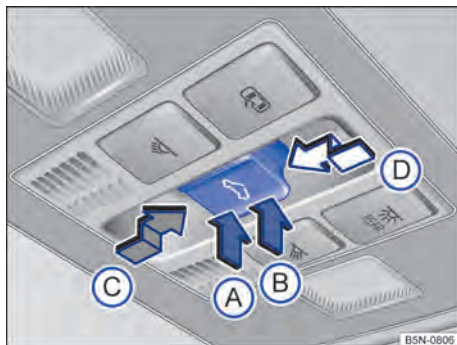

Fig. 73 No revestimento do teto: botão do teto de vidro.
O botão → Fig. 73 é de 2 níveis. No 1º nível o teto pode ser totalmente ou parcialmente levantado, aberto ou fechado.
- *Levantar o teto de vidro*: pressionar o botão na área traseira → Fig. 73 até o primeiro nível. Curso automático: pressionar rapidamente o botão na área traseira até o 2º nível.
- *Teto de vidro*: aproximadamente cinco segundos após o acionamento do limitador de força, pressionar o botão  → Fig. 73 até o segundo o nível na direção da seta ⓘ até que o teto de vidro esteja totalmente fechado.